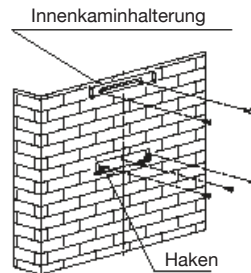

Abb.3
1. Zeichnen Sie einen vertikalen Strich an die Wand, mittig in Bezug auf das Kochfeld. (Abb. 3)
3. Bohren Sie 2 Löcher und stecken Sie 2 Dübel für die Innenkaminhalterung ein (Abb. 3).
5. Schrauben Sie die Innenkaminhalterung mit 2 Schrauben an der Wand fest. Achten Sie auf eine horizontale Ausrichtung. (Abb. 3)
– Berechnen Sie die endgültige Höhe, um die U-Lasche als Kaminhalterung zu befestigen (Abb. 3).
– Bohren Sie die 2 Löcher von 8 mm und befestigen Sie die Kaminhalterungslasche, wobei darauf zu achten ist, dass sie korrekt in der Achse der Dunstabzugshaube liegt (Abb. 3).
- Berechnen Sie die endgültige Höhe, um die Kaminhalterungslasche zu befestigen (Abb. 3).
- Bohren Sie die 2 Löcher von 8 mm und befestigen Sie die Kaminhalterungslasche, wobei darauf zu achten ist, dass sie korrekt in der Achse der Dunstabzugshaube liegt (Abb. 3).